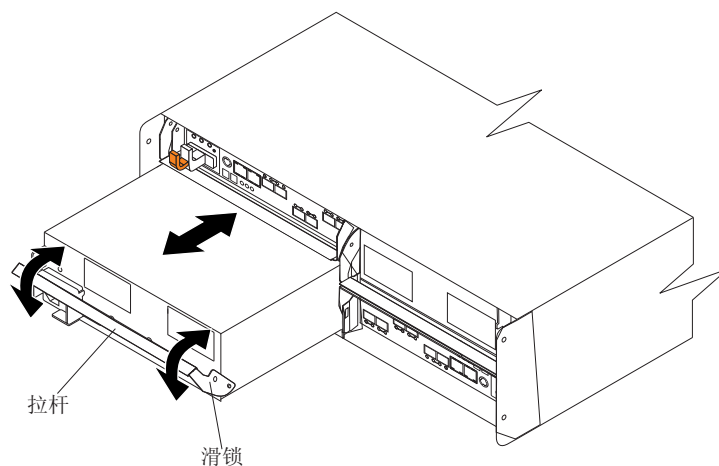

图 22. 重新安装电源和风扇单元
1. 将一个电源和风扇单元滑入存储子系统。请务必重新安装电源和风扇单元，以便每个电源和风扇单元上的拉杆朝着存储子系统的内部打开，如第 41 页的图 22 中所示。请勿强行安装。电源和风扇单元的设计可防止其错误地插入机箱。
警告： 请确保在将电源和风扇单元滑入存储子系统时拉杆是笔直拉出的，如图 22 中所示。左右两个电源和风扇单元以相反方向位于 DS5020 机箱中。如果无法将电源和风扇单元完全插入电源和风扇单元托架，那么将其翻转 180° 并重新插入。